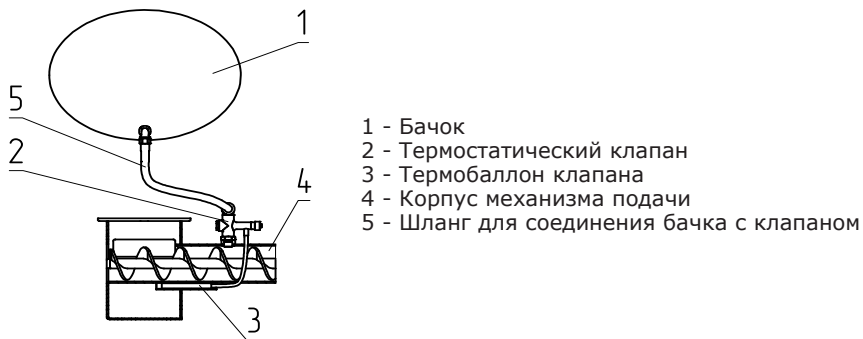

Рис.5 Система охлаждения топливопровода
5.5. Система охлаждения топливопровода (Рис.5) состоит из бака для воды (поз.1), термостатического клапана (поз.2) к которому подключается шланг (поз.5), ведущий к бачку с водой. Термостатический клапан имеет термобаллон (поз.3), который устанавливается в специальную гильзу на механизме подачи топлива. При нагреве газ внутри баллона расширяется и открывает клапан, через который вода из бачка поступает в механизм подачи. Перед установкой системы охлаждения топливопровода произвести демонтаж бункера.